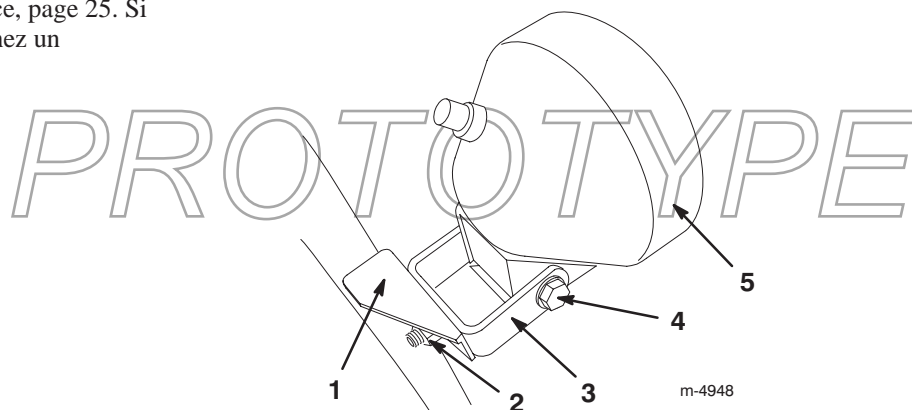

Figure 26
1. Desserrez les deux écrous de l'étrier fileté qui fixent le support du projecteur au mancheron (Fig. 26).